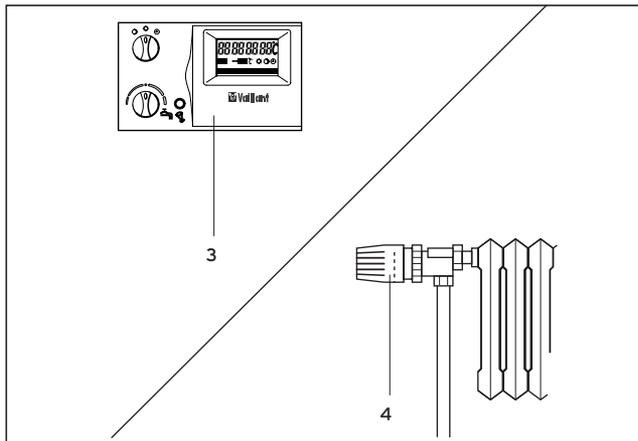

Abb. 3.13 Raumtemperaturregler/witterungsgeführte Regler einstellen
3.5.2 Raumtemperaturregler oder witterungsgeführte Regler einstellen (Abb. 3.13)